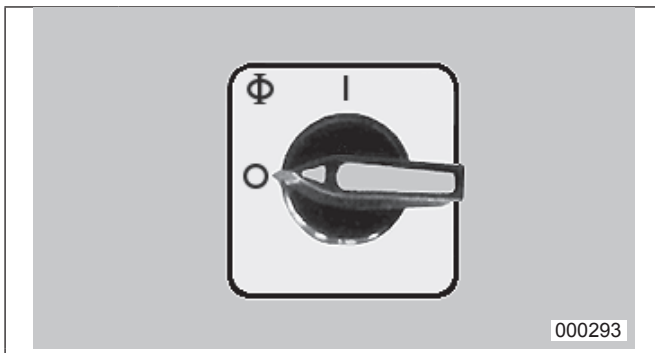
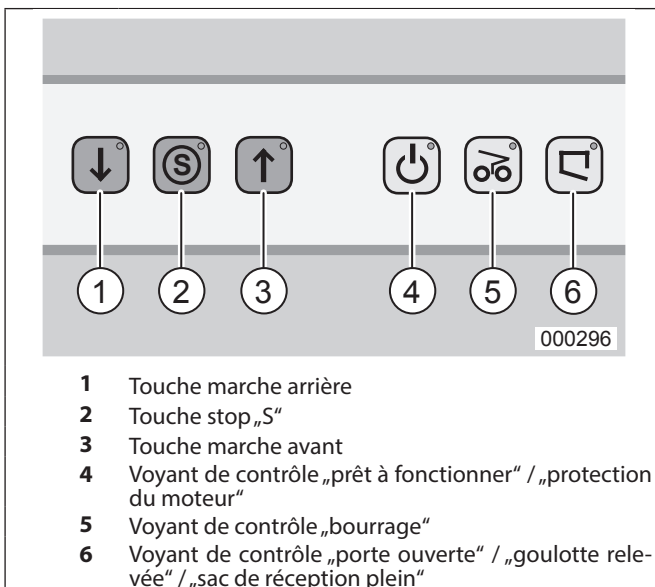

fig. 2 Commutateur principal (arrêt d'urgence)
fig. 3 Éléments de commande feuille
1. Enclencher le commutateur principal (fig. 2) (position „1“).
2. Appuyer le bouton poussoir marche avant (fig. 3/3) et le bloc de coupe se met en marche.
S'allume lorsque vous actionnez le commutateur principal (fig. 2).
Fait des signaux lumineux lorsque le moteur est surchargé. En cours de phase de refroidissement du moteur, il n'est pas possible de démarrer la machine. En outre, le voyant de l'affichage de contrôle (fig. 3/6) s'allume.
Mettez-la en circuit à l'aide du commutateur principal (fig. 2). La petite lampe „prêt à fonctionner“ (fig. 3/4) ainsi que la lampe du bouton rouge stop „S“ (fig. 3/2) s'allument pour signaler que la machine est prête à fonctionner.
2. Appuyer sur la touche marche avant (fig. 3/3).
d'arrêt (fig. 3/2).